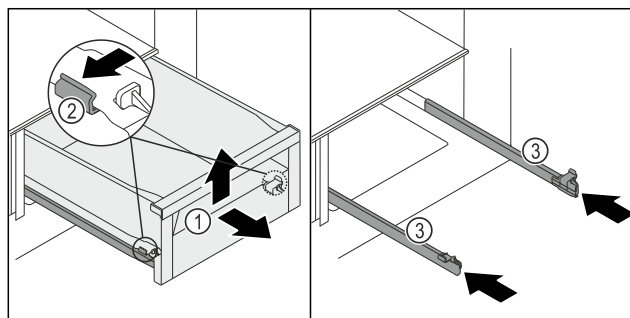

Fig. 210
- Изтеглете чекмеджето Fig. 210 (1) докрай.
- Натиснете скобата Fig. 210 (2) едновременно отляво и отясно върху релсите леко навън.
- Чекмеджето Fig. 210 (1) се освобождава от релсите.
- Повдигнете нагоре чекмеджето Fig. 210 (1) отпред.
- Извадете чекмеджето Fig. 210 (1) напред.
- Вкарайте релсите Fig. 210 (3).